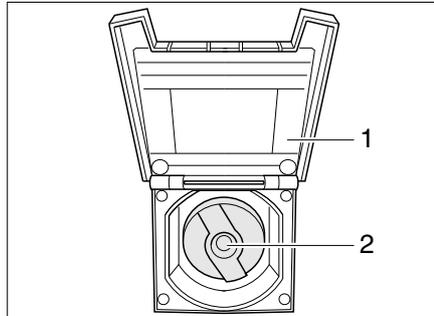

Bild 225 Verschlussdeckel für Trinkwasser-Einfüllstutzen
- Abdeckklappe (Bild 225,1) zum Trinkwasser-Einfüllstutzen öffnen.
- Schlüssel in Schließzylinder (Bild 225,2) stecken und eine viertel Umdrehung entgegen dem Uhrzeigersinn drehen.
- Trinkwasser-Einfüllstutzen (Bild 225) öffnen.